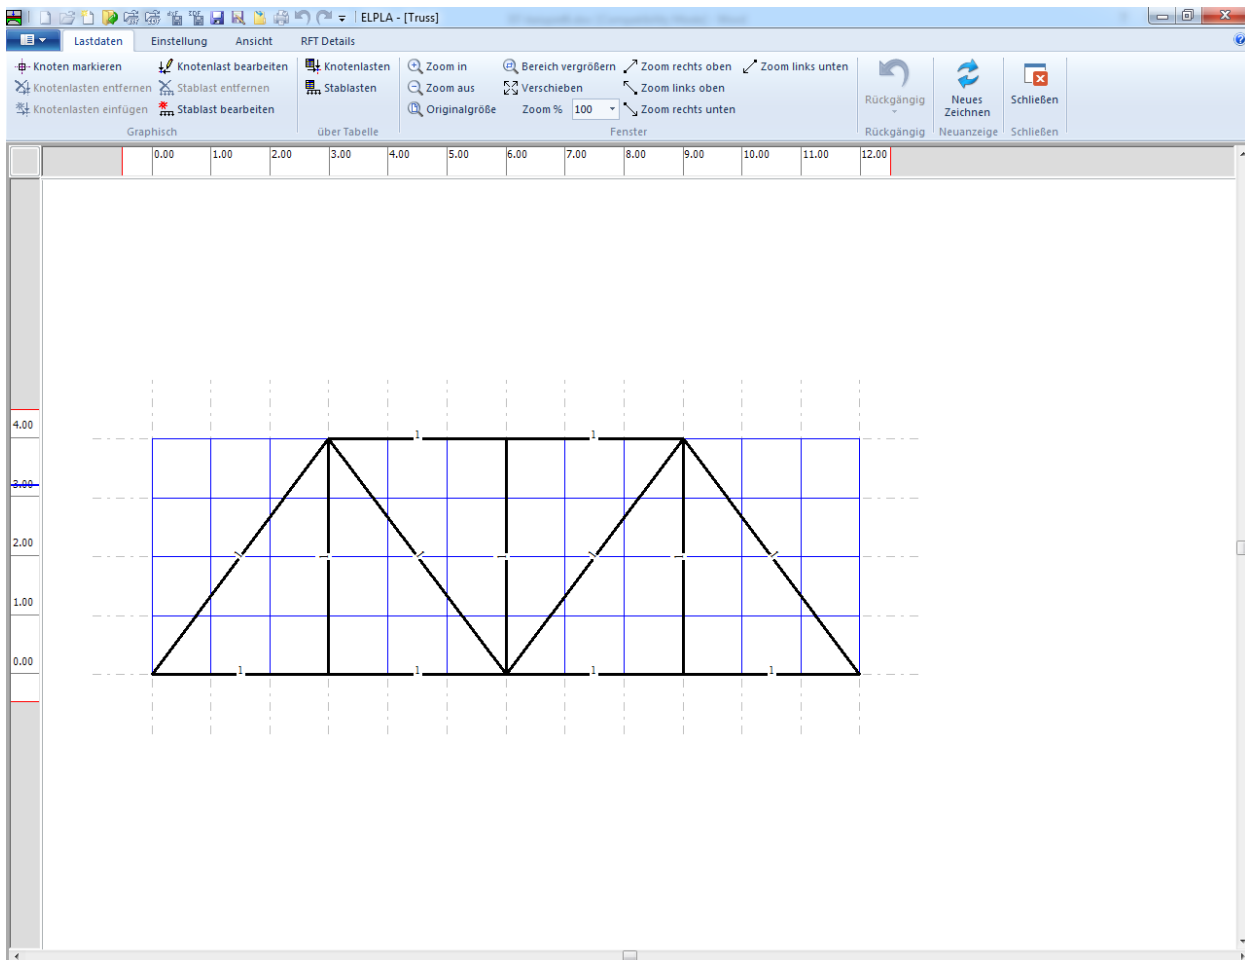
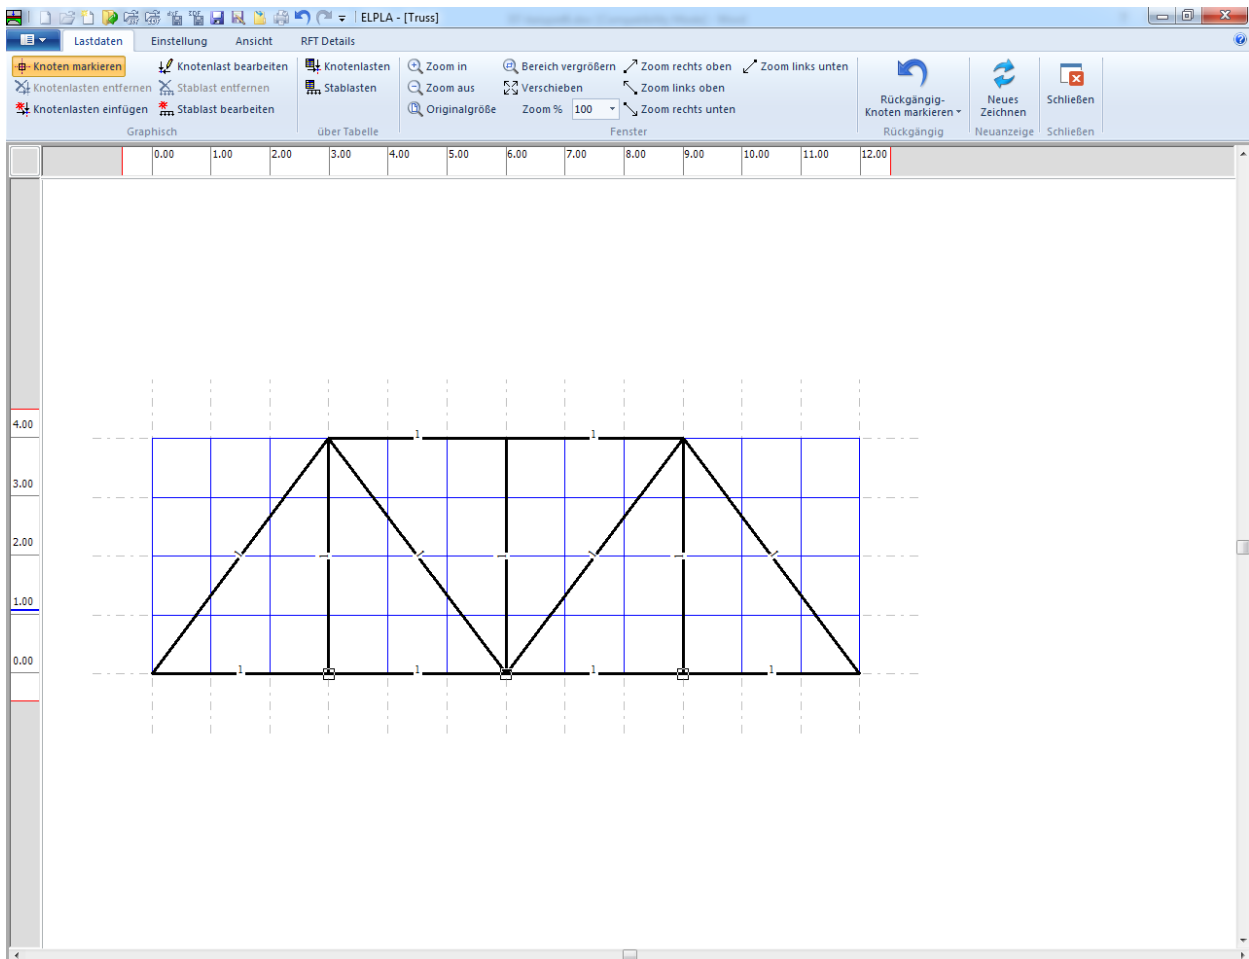

Bild 6.26 "Lastdaten" Fenster
Bild 6.27 Markierung der belasteten Knoten
- Das folgende Fenster (Bild 6.26) mit den Stäben auf dem Netz erscheint.
- Wählen Sie "Knoten markieren" aus dem Menü "Graphisch" (Bild 6.26), dabei wechselt der Cursor vom Pfeil zu einem Kreuz. Markieren Sie die belasteten Knoten (Bild 6.27)